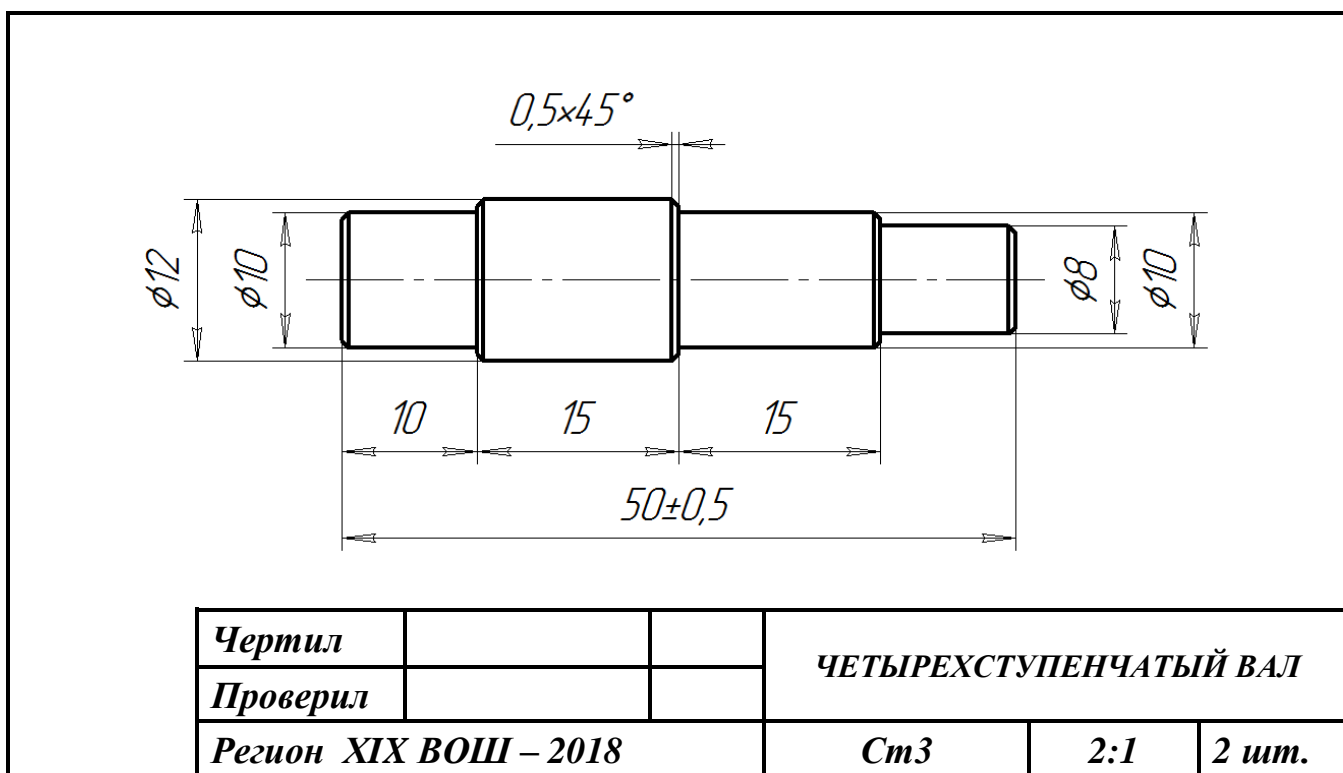

Рис. 1. Чертеж четырехступенчатого вала
1. Предельные отклонения размеров готового изделия по всем размерам не должны превышать  $\pm 0,5$  мм (рис. 1).